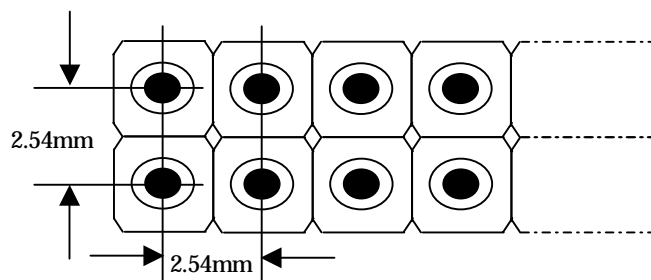
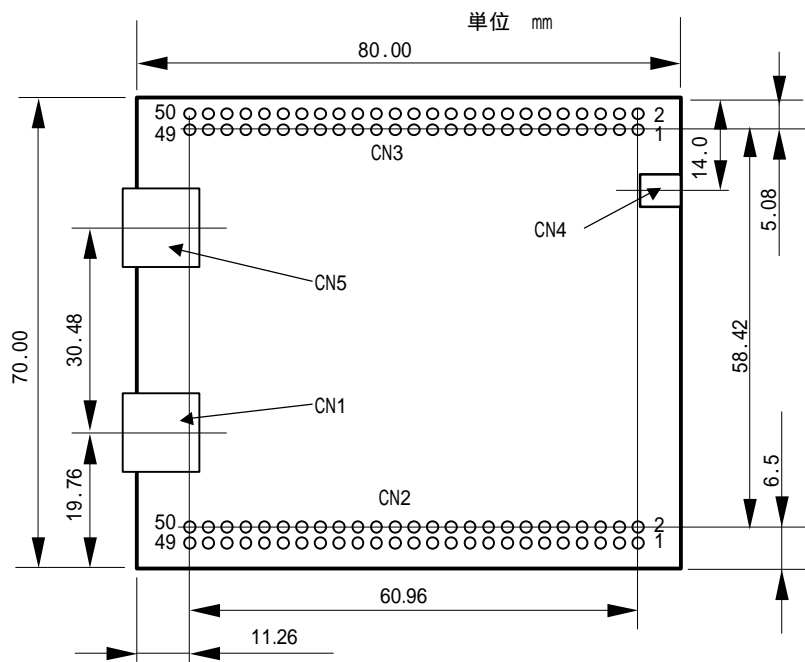

図3 コネクタCN2,CN3 ピンピッチ
図4 コネクタ配置図 (TOP View)
- ・ ターゲットボードのコネクタは、本ボードのコネクタ寸法(図 3、図 4 参照)に適合するメスコネクタを選択してください。ピン配置は本ボード (表 1 . M3A-0040 コネクタ CN2 ピン配置図、表 2 . M3A-0040 コネクタ CN3 ピン配置図) に合わせてください。コネクタの選択、ピン配置の参考として巻末の付録 1 : 部品表と、付録 2 : 接続図を参照ください。ターゲットボードのコネクタは、本多通信工業の HKP-50FD2 などが適合します。